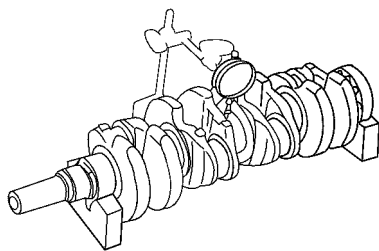

图 1-130 测量曲轴的径向圆跳动误差
(1) 测量曲轴的径向圆跳动误差。将曲轴放在 V 形架上，使用百分表在中央轴颈处测量圆周径向圆跳动误差，如图 1-130 所示。